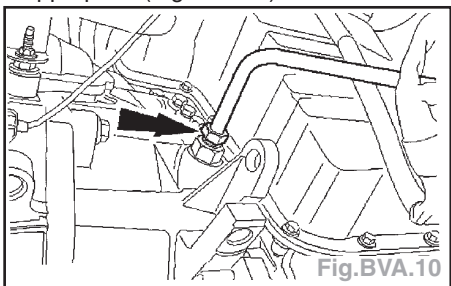

Fig.BVA.10
- Dégager le tuyau de retour de refroidisseur de liquide de la transmission et boucher les ouvertures à l'aide d'obturateurs appropriés (Fig.BVA.10).
- Fixer le tuyau de retour de refroidisseur de liquide à la transmission (Fig.BVA.10).